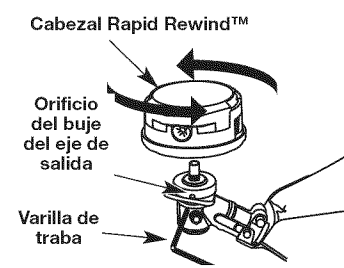

Fig. 25
1. Alinee el orificio del buje del eje con la ranura de la varilla de traba e inserte la varilla de traba en el orificio del buje del eje (Fig. 25).
3. Atornille el accesorio de corte hacia la izquierda en el eje de salida. Apriete firmemente. (Fig. 25)